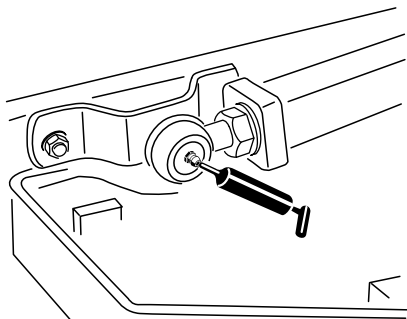

Figura 42
- Giunti sferici (2) del braccio di sollevamento (Figura 42)